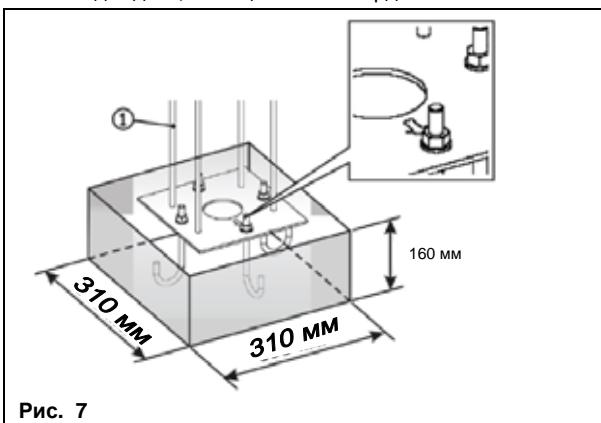

Рис. 7
- Фундаментное основание выполнить согласно рис. 7.
- Вкрутить в крепежную плиту 4 анкерных скобы, как показано на рис. 7, поз. 1 (гайки для крепления анкерных скоб приварены к отверстиям).
- Замуровать крепежную плиту в фундамент (см. рис. 7), предварительно установив один или несколько коробов для прокладки электрических кабелей.